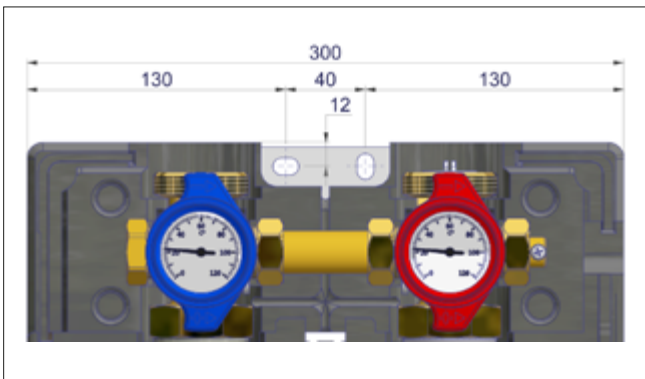

Fig. 7-1: Installatieschema
2. Markeer de boorpunten voor het installeren van de pompgroep (zie "Fig. 7-1: Installatieschema").
3. Boor de gaten op basis van de schroef- en plugmaat (zie "Fig. 7-1: Installatieschema").
6. Plaats de pompgroep in verticale installatiepositie tegen de muur (zie "Fig. 7-1: Installatieschema").
8. Verwijder de thermometerhandgrepen (B) en demonteer de tussenisolatie (C).